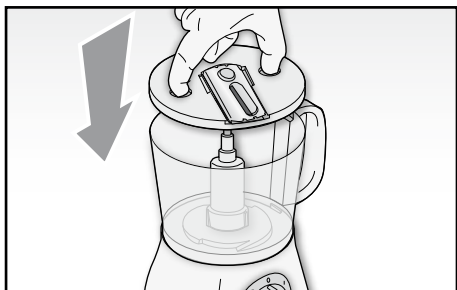

Fig. 10
- Montare il disco porta lame (I) completo sul perno motore (C), afferrandolo dagli appositi occhiali, con la lama rivolta verso l'altro (Fig. 10).
- Inserire il coperchio (O) sopra la ciotola (P) e procedere come indicato nel paragrafo "Tritare, impastare o montare".